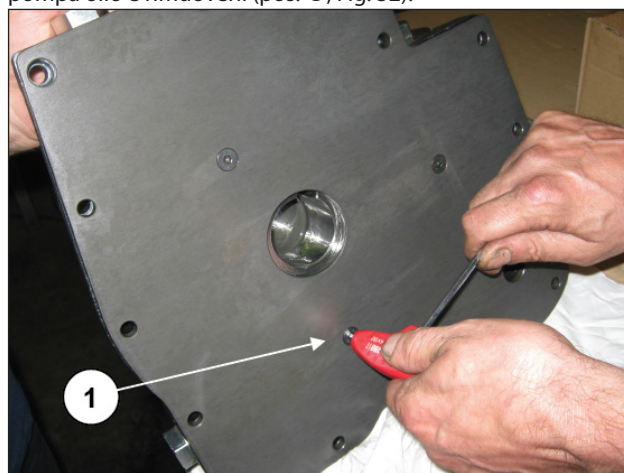
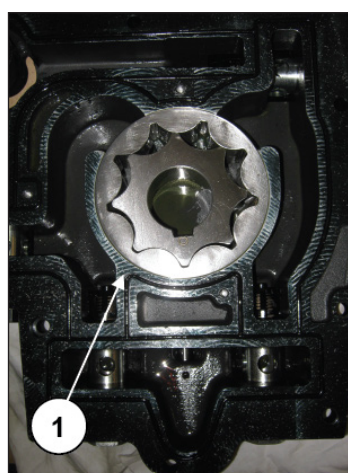

Fig. 51
Fig. 52
A seguire la corretta sequenza di smontaggio della pompa olio. Smontare la piastra posteriore corpo pompa olio svitando le tre viti M6 (pos. ①, Fig. 51) per avere accessibilità ai rotori pompa olio e rimuoverli (pos. ①, Fig. 52).